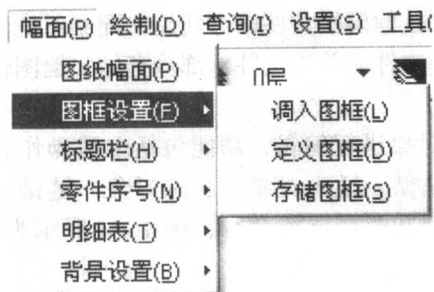

图 1-6 幅面下拉菜单
(4) 幅面 要一张符合国标规定的工程图样, 不仅需要图形元素, 而且需要有图框、标题栏、零件编号和明细表等元素。在 CAXA—XP 电子图板绘图系统中, 有图纸幅面、图框设置、标题栏、零件序号、明细表、背景设置等命令, 且在相应下一级子菜单中有大量的设置命令。图 1-6 所示为“幅面”下拉菜单。
(5) 绘制 实现绘图操作, 可绘制各种点、线等图素。绘制下拉菜单包括基本曲线、高级曲线、工程标注、曲线编辑、块操作、库操作等命令, 且在相应下一级子菜单中有大量的